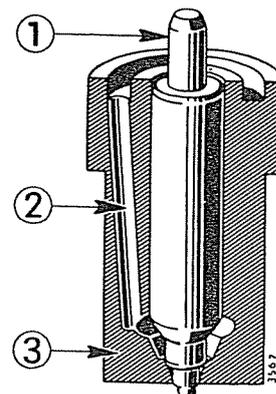

Fig. 41
L'injecteur se compose d'un corps (3, Fig. 41) et d'une aiguille (1). Ces deux pièces sont en acier trempé spécial, appariées et rectifiées par rodage réciproque. Elles ne peuvent donc être remplacées séparément mais constituent un seul organe qui, le cas échéant, doit être changé en bloc.